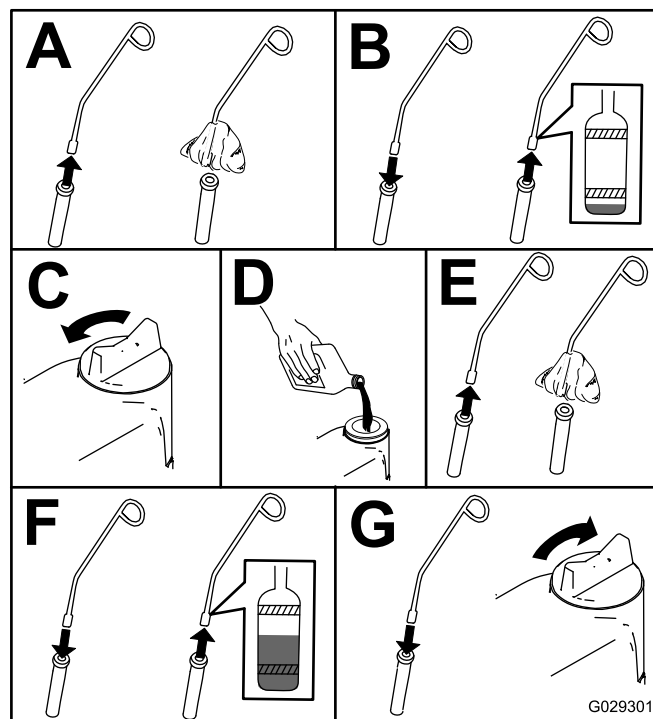

Figure 29
5. Contrôlez le niveau d'huile moteur, comme montré à la Figure 29.